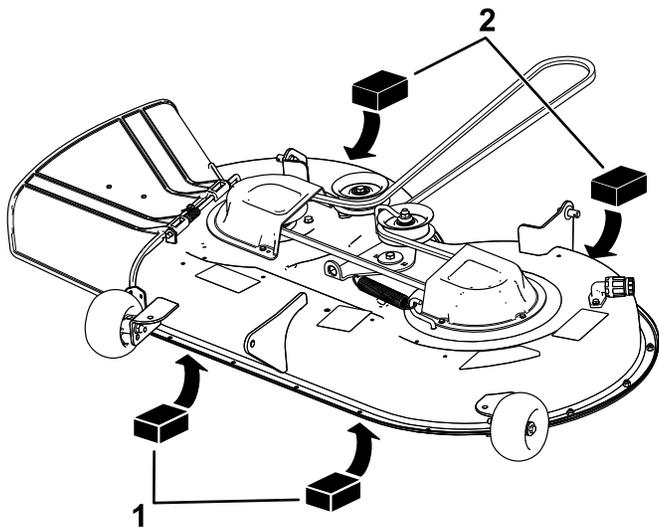

Figura 70
4. Posizionate 2 blocchi ciascuno con uno spessore di 6,6 cm sotto ciascun lato del bordo anteriore del piatto di taglio, ma non sotto le staffe del rullo antistrappo (Figura 70).
5. Posizionate 2 blocchi ciascuno con uno spessore di 7,3 cm sotto il bordo posteriore della falda del piatto di taglio; 1 su ciascun lato del piatto di taglio (Figura 70).